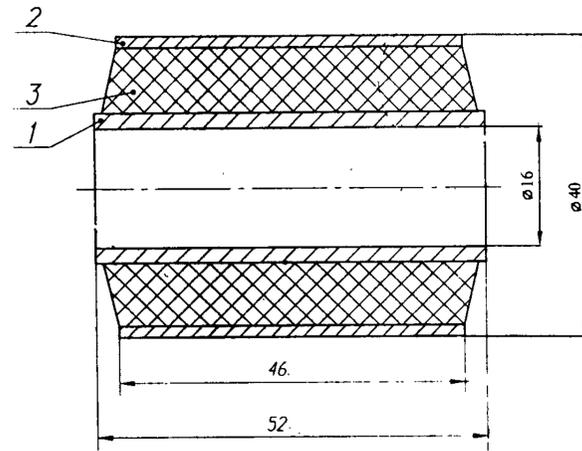

Рис. 9.4. Сайлентблок верхнего рычага: 1 — обойма (втулка) внутренняя; 2 — обойма (втулка) наружная; 3 — резина
**Сайлентблоки** (рис. 9.4) представляют собой резиновые втулки, надёжно приваренные к стальным внутренним и наружным обоймам - усилие отрыва резины от металла не менее 20 кН (2000 кгс). Наружные обоймы сайлентблоков запрессовываются в головки рычагов, а внутренние — зажимаются на болтах-пальцах, что делает их проворот невозможным. При повороте рычагов резиновые втулки